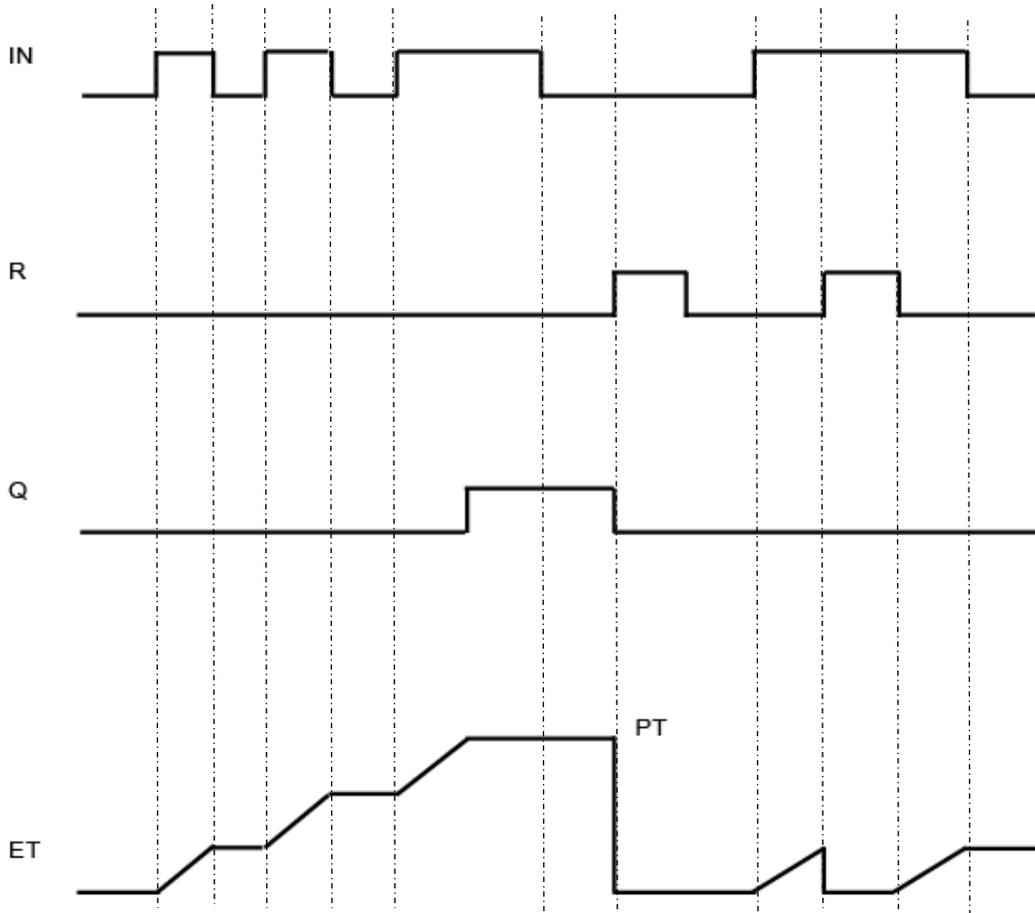

Figura 3.17 - Gráfica de tiempos de las señales IN, R, Q, ET y PT para la instrucción TONR
- **TONR (ON-delay Retentive timer):** Es una instrucción de acumulación de tiempo. Ésta acumula valores de tiempo dentro de un periodo definido por el parámetro PT. Cuando el estado lógico de la entrada IN cambia de "0" a "1" (señal ascendente), se ejecuta la instrucción y se empieza a contar el tiempo PT. Mientras transcurre el tiempo PT se van acumulando los valores de tiempo que se leen cuando la entrada IN está activa (Figura 3.17). El tiempo acumulado se deposita en la salida ET y se puede consultar allí. Una vez se ha alcanzado el tiempo PT, la salida Q devuelve el estado lógico 1. El parámetro Q permanece a "1" aunque el estado lógico del parámetro IN cambie de "1" a "0" (flanco de señal descendente). La entrada R desactiva las salidas ET y Q independientemente del estado lógico de la entrada de arranque, por lo que tiene prioridad.